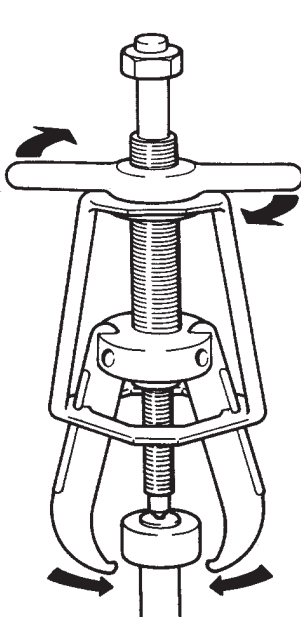

Figura 3
5. Girare leva a T in senso orario affinché le griffe afferrino saldamente il componente (vedi Figura 3).
4. Posizionare l'estrattore sul componente da rimuovere (vedi Figura 3). Quando sull'albero rimane solamente la pista interna del cuscinetto, innanzitutto pulire l'albero con tela smeriglio, quindi fissare le griffe nella gabbia delle sfere.